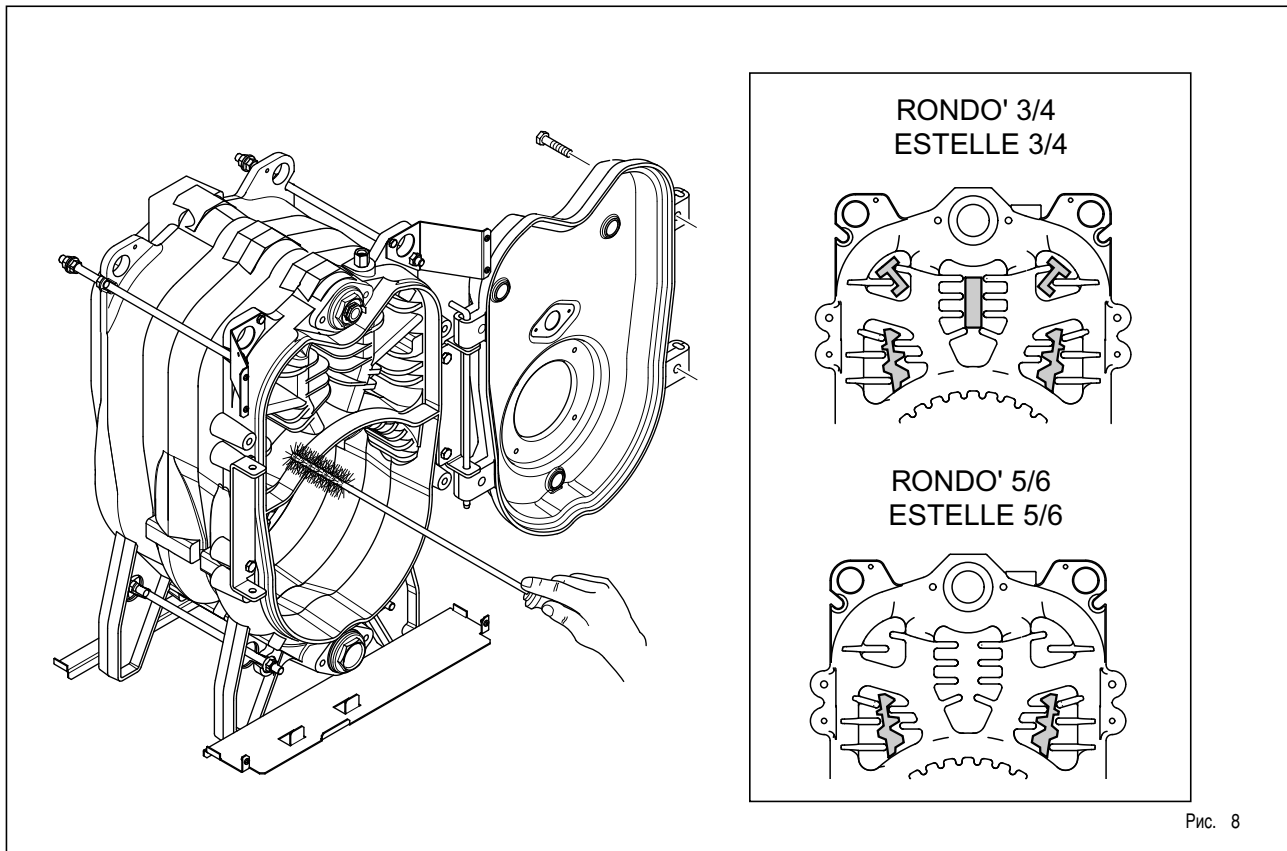

Рис. 8
3.3.1 Чистка дымохода (рис. 8)